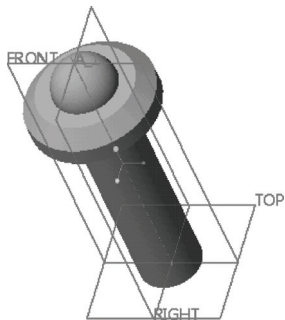

图 10-68 插入功能元件（1）
3) 在装配中插入功能元件。在功能区的“模型”选项卡的“元件”组中单击 （组装功能元件，简称“功能”）按钮，弹出“打开”对话框，选择随书光盘配套的“bc_10_hh_2.prt”文件，单击“打开”按钮。插入的功能元件如图 10-68 所示。